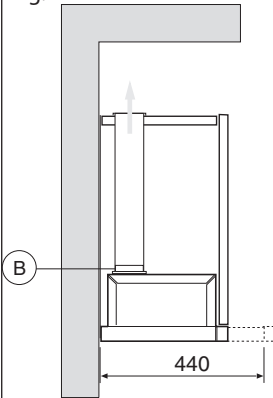
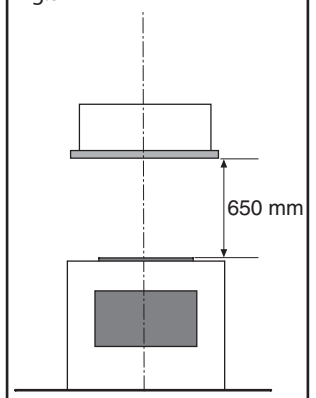

Fig.5
Fig.6
• La distanza minima fra la superficie di supporto dei recipienti di cottura sul dispositivo di cottura e la parte più bassa della cappa da cucina deve essere di almeno 65 cm (fig.5). Se dovesse essere usato un tubo di connessione composto di due o più parti, la parte superiore deve essere all'esterno di quella inferiore. Non collegare lo scarico della cappa ad un condotto in cui circoli aria calda o utilizzato per evacuare fumi degli apparecchi alimentati da un'energia diversa da quella elettrica. Prima di procedere alle operazioni di montaggio, per una più facile manovrabilità dell'apparecchio disinserire il filtro/i antigrasso (Fig.6).